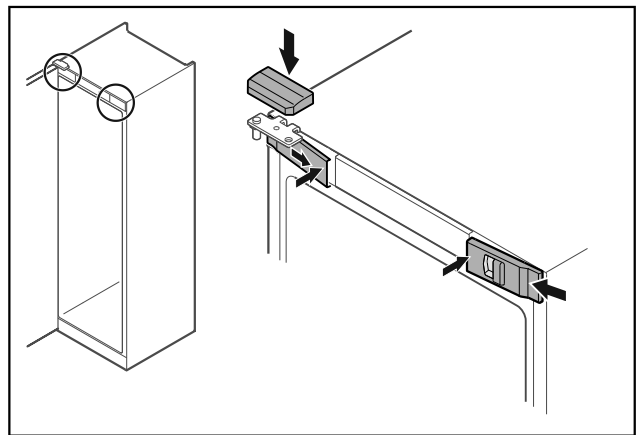

Fig. 46 *
- Vordere Abdeckungen Fig. 46 (1) seitlich einhaken und innen aufrasten.*
- Obere Abdeckung Fig. 46 (2) von oben aufrasten.*